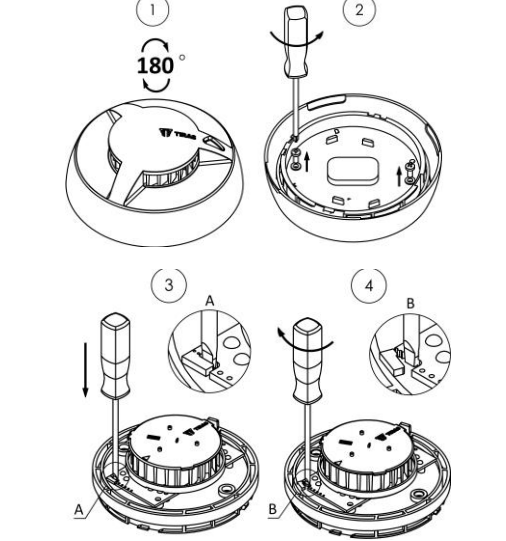

Рисунок 4.2 – Послідовність кроків для видалення ламкого Елемента
4.3 В крайньому сповіщувачі в ШС між клемми **Z+** та **Z2-** встановлюється кінцевий резистор R_k, номінал якого визначається згідно з рекомендаціями виробника ППКП. При використанні разом з ППКП лінійки Тірас PRIME S/M/L/XL з налаштуванням зони «DETECTO PLUS» (див. Настанову щодо експлуатування) кінцевий резистор встановлювати не потрібно, а крайній в шлейфі сповіщувач переводиться в режим «MASTER». В режимі «MASTER» сповіщувач постійно формує контрольні імпульси тривалістю 200 мс в ШС, наявність яких аналізує ППКП (а отже – контролює справність ШС). Для переведу сповіщувача в цей режим необхідно зняти верхню кришку сповіщувача та видалити ламкий елемент на друкованій платі (Рис. 4.2). Сповіщувачі, в яких вказаний елемент не видалено, залишаються в режимі «SLAVE»; при виявленні несправності сповіщувач («SLAVE» або «MASTER») подовжує тривалість контрольного імпульсу до 400 мс, що виявляє ППКП та формує несправність ШС. Для переведу сповіщувача назад в режим «SLAVE» необхідно виконати паяне з'єднання контактних площадок «EOL» (Рис. 4.4). Внаслідок відсутності кінцевих резисторів значно зменшується споживання ШС, а отже і усього ППКП.